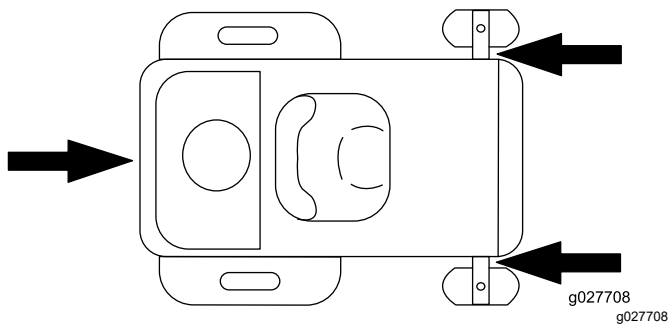

**Bild 33**
2. Fahren Sie die Maschine vorwärts von der Rampe herunter (Bild 33).